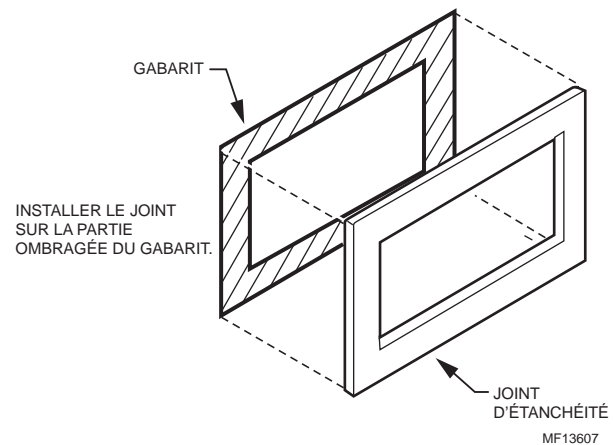

Fig. 38. Installation du joint d'étanchéité.
4. Enlever la pellicule à l'endos du joint d'étanchéité de l'humidistat. Poser le joint sur la partie ombragée du gabarit. Voir la figure 38.